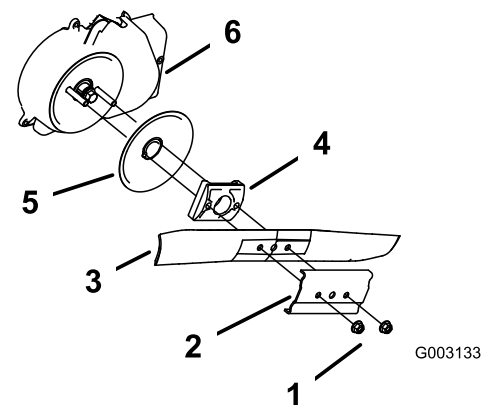

Figure 39
3. Retirez les 2 écrous de la lame et le renfort (Figure 39).
4. Déposez la lame (Figure 39).
5. Déposez le dispositif d'entraînement de la lame et le disque (Figure 39).
6. Déposez la protection de l'embrayage du frein de lame (Figure 39).
10. Reposez la lame et le renfort déposés précédemment (Figure 39).